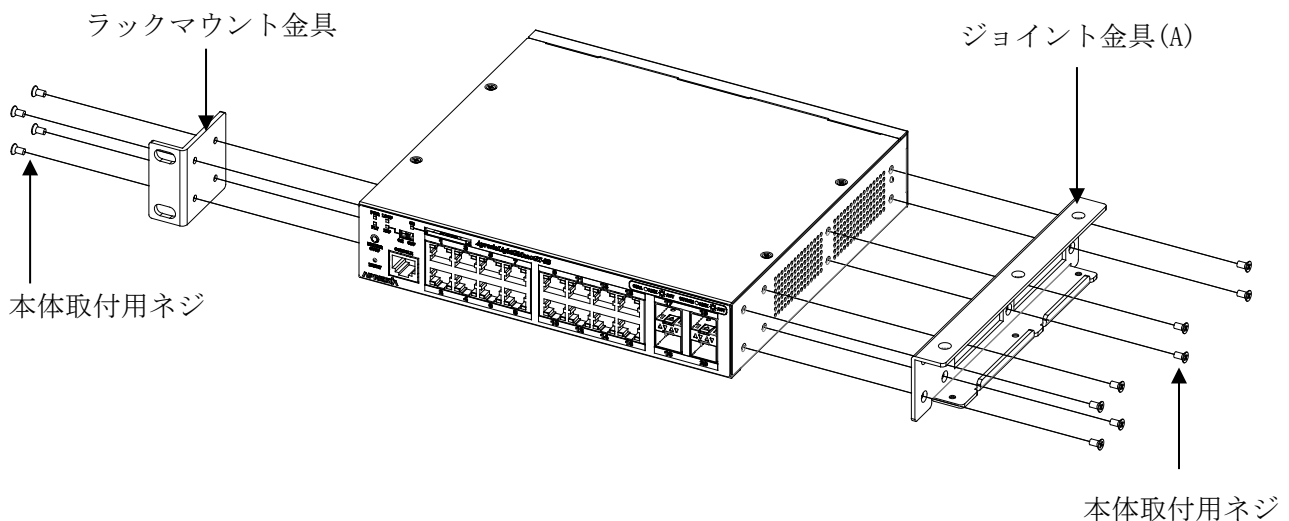

図 3-6 専用ラックマウント金具(2台連結用)の取り付け方法 1
- (1) 装置の右側面に、ジョイント金具(A)を本体取付用ネジで締め付けます。(8ヶ所)
- (2) 装置の左側面に、ラックマウント金具を本体取付用ネジで締め付けます。(4ヶ所)
- 図 3-6 を参照ください。